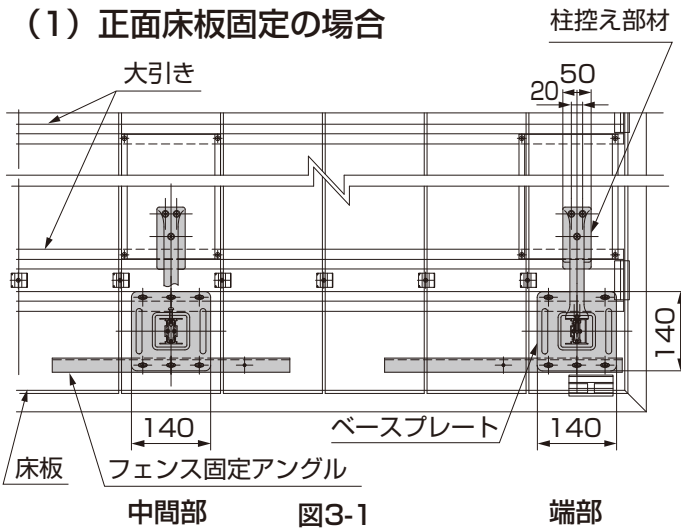
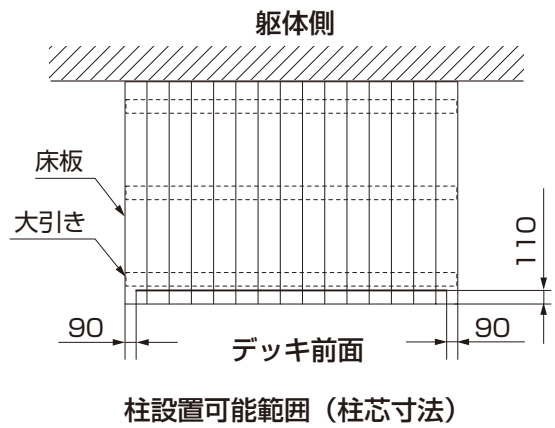
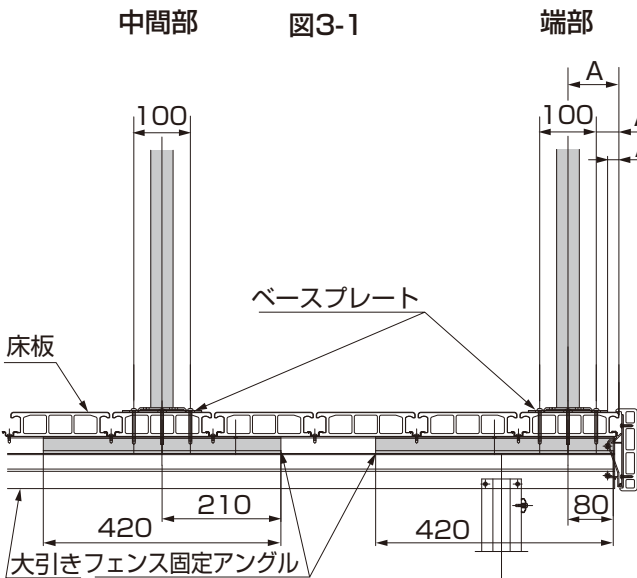
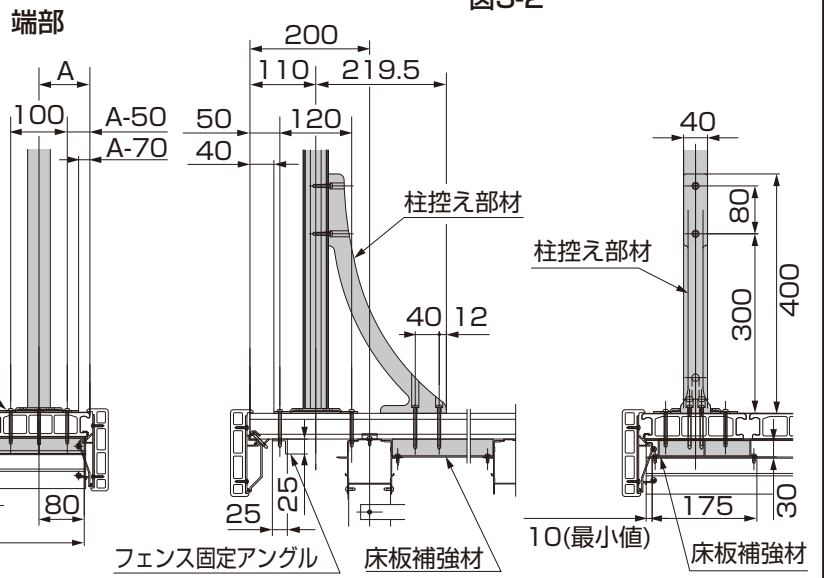

図3-1 中間部
図3-2
図3-3
図3-4
- デッキの中間部に立てる場合、端部に立てる場合には図3-1、図3-2、図3-3、図3-4を参照して取付けてください。
- 図3-3のA寸法値の最小値は90mmです。
- 図3-3のA寸法値の最大値は、フェンス固定アングルに手が届く約400mmの範囲内で自由に設定することができます。
- ② 柱と柱控え部材を取付けるネジ位置をマーキングしてください。
- ③ マーキングした床板にφ5.5の下孔をあけてください。(※1)
- ④ ベースプレートを【9-2】で、床板の下の大引きまで3ヶ所取付けてください。
- ⑤ デッキ前面の中心の下孔とフェンス固定アングルの孔を合わせて、ベースプレートを【9-3】で取付けてください。(※2)
- ⑥ 【9-2】で、床板の下にフェンス固定アングルをあてて2ヶ所取付けてください。
- ⑦ 柱控え部材を【8-2】で、床板の下の大引きに固定してください。
- ⑧ 柱に柱控え部材を【8-1】で、固定してください。
(2) 正面大引き固定の場合